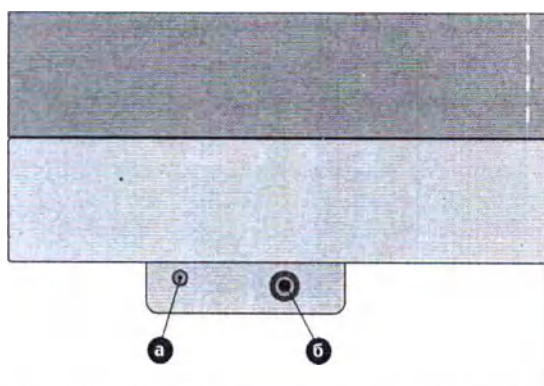

Рис. 3-1. Подсоединение манжеты для измерения артериального давления
- Подключите микрофон к гнезду **а** (рис. 3-1).